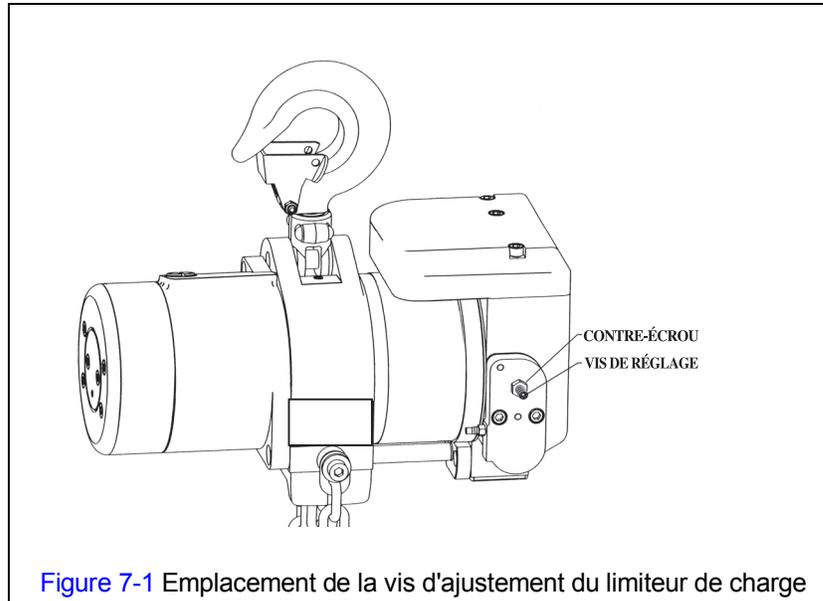

Figure 7-1 Emplacement de la vis d'ajustement du limiteur de charge
- 2) Consultez la Figure 7-1. Desserrez lentement le contre-écrou et dévissez (OUT) la vis d'ajustement jusqu'à ce qu'elle soit lâche et qu'elle ne soit plus en contact avec la partie interne du ressort du limiteur de charge; ce faisant, la vis devrait devenir plus facile à dévisser. Arrêtez de desserrer la vis une fois qu'elle est relâchée et qu'il est plus facile de la tourner.
- 3) Vissez (IN) juste assez la vis d'ajustement pour qu'elle commence à entrer en contact avec la surface interne du ressort du limiteur; ce faisant, la vis devrait être un peu plus difficile à serrer.
- 5) Si le limiteur de charge empêche le soulèvement, vissez (IN) la vis d'ajustement en effectuant un tour complet.
- 9) Si le limiteur ne permet pas le soulèvement, visser (IN) la vis d'ajustement d'un quart de tour.
- 11) Vissez (IN) la vis d'ajustement d'un quart de tour. Puis, tout en retenant la vis d'ajustement, serrez le contre-écrou afin de verrouiller le réglage.
**AVIS!** Le fait de visser (IN) la vis d'ajustement de 8 tours ou plus désactivera le limiteur.